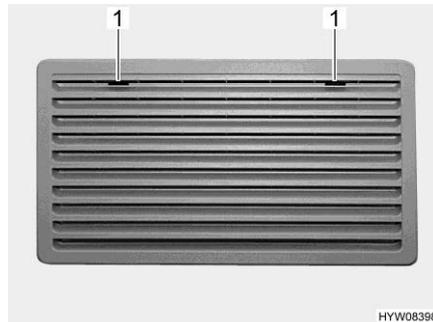
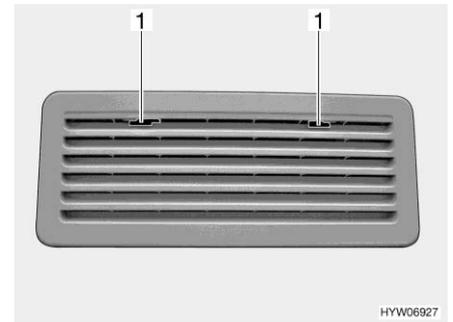

Fig. 131 Grille d'aération du réfrigérateur (Thetford, grande)
Fig. 132 Grille d'aération du réfrigérateur (Thetford, petit)
- Pousser le dispositif de blocage (Fig. 131,1 ou Fig. 132,1) vers le milieu.